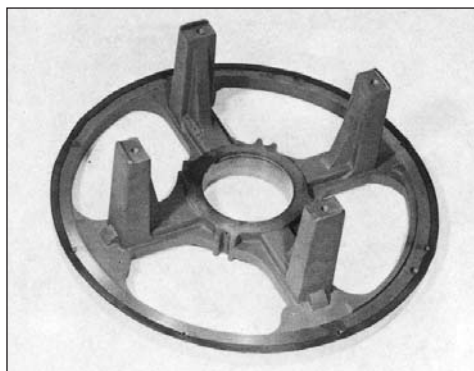

Figura 6-48
4. Inspeccione el soporte final que no tenga roscas barridas, grietas y rebabas o superficies ásperas. Inspeccione el orificio del balero para ver el desgaste y si hay rebabas. Si el soporte muestra un desgaste excesivo en el orificio del balero, debe ser reparado o reemplazado (figura 6-48).